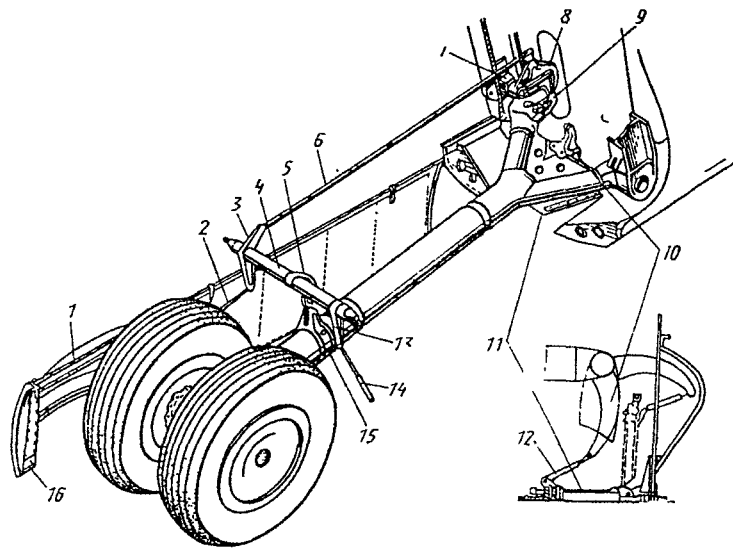

Рис. 12. Механизм створок основной опоры:
"4. С применением зеркала и подсвета осмотрите трубу 4, рычаги 3 и 13, кулисы 5 и 8, рычаг 10 (см. рис. 12). Убедитесь в их исправности и надежности крепления.
Произведите внутреннюю смазку деталей роликовых пакетов на рычаге 9 и хомуте 15 (см. рис. 12) через пресс-масленку 2503А смазкой ЦИАТИН-203".
- откройте передние створки отсеков основных опор шасси и отсоедините тяги 2 и 14 (см. рис.12) от кронштейнов замков открытия створок на земле. Тяги закрепите так, чтобы не повредить их при уборке-выпуске опор;
- медленно убрав от ручного привода гидроагрегата стойку шасси, введите ролик хомута 15 в зев кулисы 5 на угол 6-10° от убранного положения (угол 6-10° определяйте визуально, (см. рис. 12, 14). При этом следите за движением ролика рычага 9 по зеву кулисы 8. Он должен двигаться вращаясь, без скольжения;
- произведите измерение зазора между роликом рычага 9 и нижней частью зева кулисы 8 (зазор "а", см. рис. 12, 15). Зазор должен быть равен 0,5-3 мм для самолетов Ан-24, Ан-30 и 0,5-2 мм для самолетов Ан-26;
- подсоедините тяги 2 и 14 (см. рис. 12) к кронштейнам замков открытия передних створок отсеков основных опор шасси на земле".
(15) Стр. 61, в графу "Работы, выполняемые при отклонениях от ТТ" после седьмой строки сверху внести абзац: